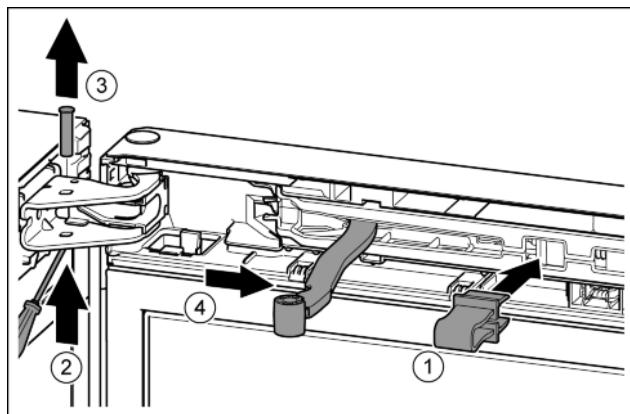

Fig. 13
- Zakvačite osigurač u otvor. Fig. 13 (1)
- Odvijačem odvijte svornjake. Fig. 13 (2)
- Skinite svornjake prema gore. Fig. 13 (3)
- Okrenite zglob u smjeru vrata. Fig. 13 (4)